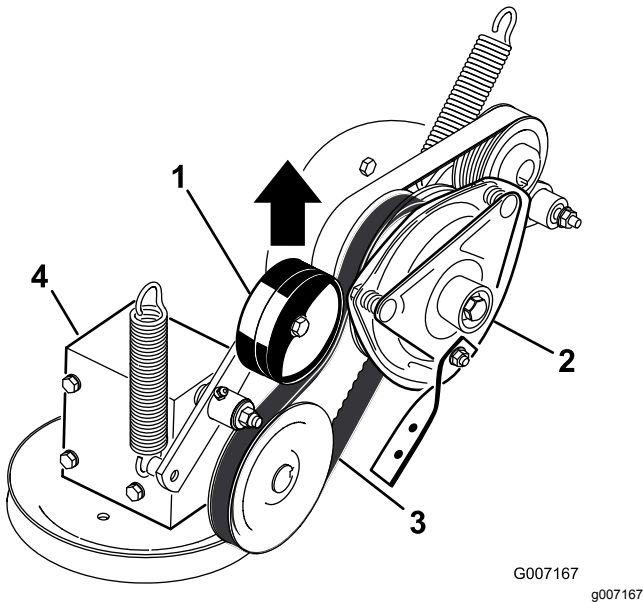

Figure 77
5. Tirez sur la poulie de tension rappelée par ressort de la courroie d'entraînement de PDF et déposez la courroie de la poulie d'embrayage (Figure 77).
17. Tirez sur la poulie de tension rappelée par ressort de la courroie d'entraînement de PDF et placez la courroie sur la poulie d'embrayage (Figure 77).